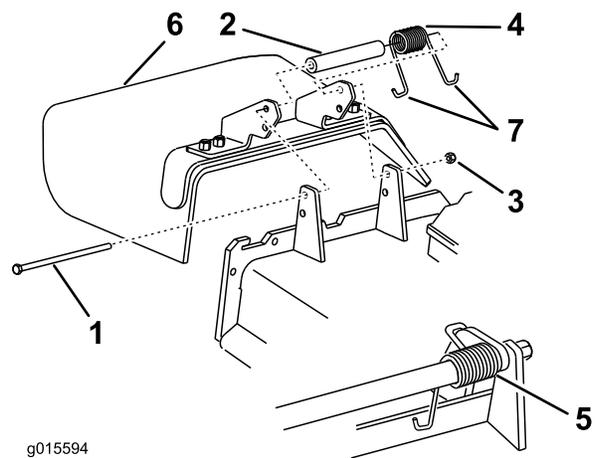

図 88
1. デフレクタをピボットブラケットに固定しているロックナット、ボルト、スプリング、スペーサを外す(図 88)。
2. 破損または古くなっているデフレクタを取り外す(図 88)。
注 必ず、スプリングのJフック端の1つをデッキエッジの後ろに引っ掛け、それからボルトを(図 88)のように取り付けてください。
6. J形端部のひとつをデフレクタに引っ掛ける(図 88)。